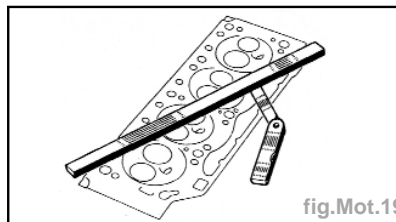

fig.Mot.19
- Vérifier avec une règle et un jeu de cales s'il y a déformation du plan de joint (fig Mot.19).